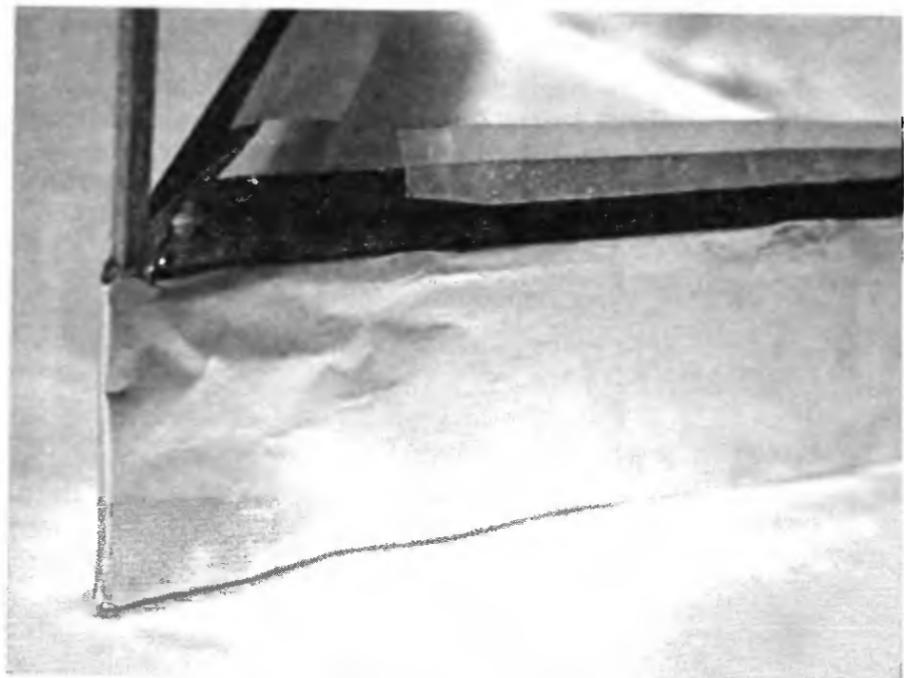

Рис. 1.17. Сгибание края фольги вокруг опоры
7. Заверните края фольги вниз (рис. 1.17). Срежьте фольгу у углов верхней части алюминиевой полосы, которая выступает на 1 см над опорой, и перегните фольгу через продольную опору на каждой стороне. С помощью скотча прилейте фольгу так, чтобы загнутые края были как можно лучше прижаты к внутренней стороне фольги, это уменьшит утечку ионов.